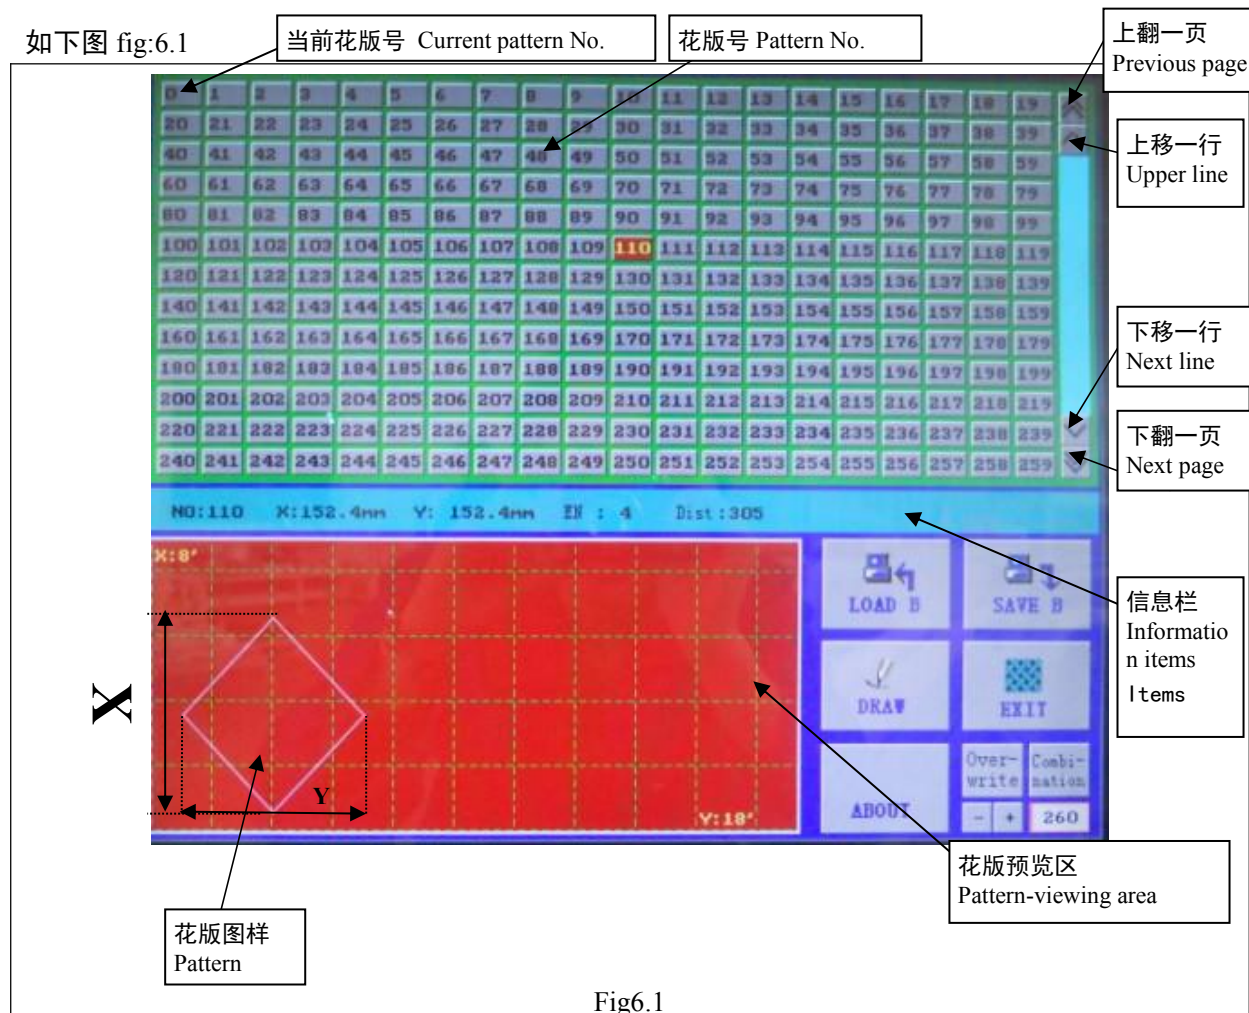

Fig6.1
如下图 fig:6.1
1. 单击加工界面 **Select** 按钮，进入该花版选择界面，例如上图 6-1 所示，该界面共有 1000 个花版号按钮，每个花版号按钮均对应于一组花版图样，鼠标单击某个花版号按钮，该按钮颜色呈反色显示，即表示为当前花版号，并在花版预览区可见图样，若无图样显示，表示该花版号中没有存放数据。